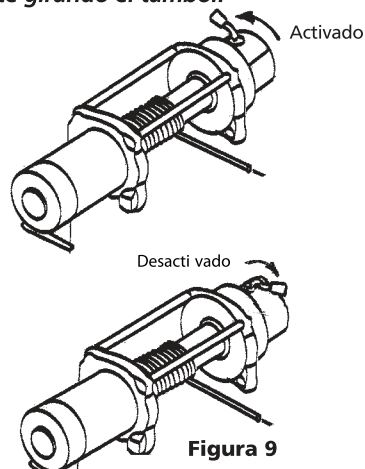

Figura 9
(Ver la figura 9) ajuste la perilla del embrague de funcionamiento manual en la posición "Disengaged" (Desactivado). Si hubiese una carga en el cable metálico la perilla del embrague quizá no se mueva fácilmente. **NO FUERCE LA PERILLA DEL EMBRAGUE.** Para liberar la tensión en el embrague, suelte gradualmente una longitud de cable metálico. Extraiga varios pies de cable metálico del tambor. Devuelva la perilla del embrague a la posición "Engaged" (Activado). Active momentáneamente el cabrestante en desenrollado de cable para verificar la dirección de giro del tambor. Si el tambor gira en la dirección errónea, revise el cableado. Suelte el embrague, tire del cable metálico y asegúrelo en el punto de anclaje o en la carga. Cerciórese de que queden al menos cinco (5) vueltas de cable metálico en el tambor. Vuelva a activar el tambor girando la perilla del embrague a la posición "Engaged" (Activado).